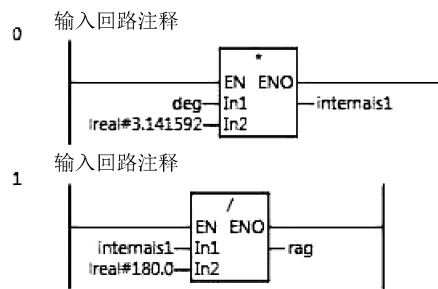

图 3-53 功能 0 编程
3) 在功能 0 的编程界面输入梯形图，如图 3-53 所示。